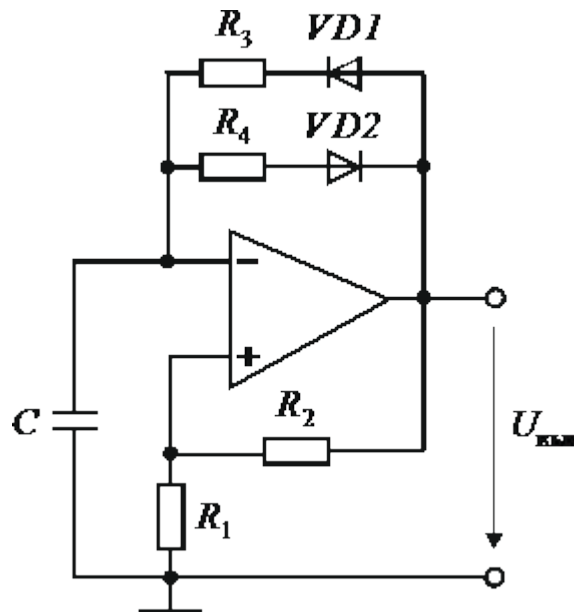

Рис. 2
5. Как зависят параметры импульсов в несимметричном мультивибраторе на рис. 2 от сопротивлений резисторов R_3 и R_4 ?